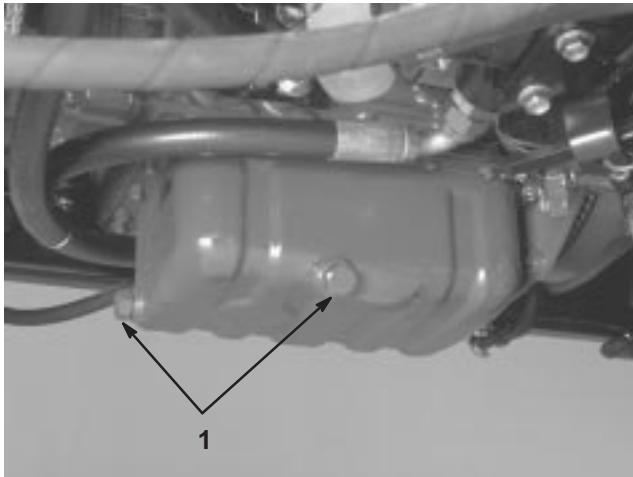

Bild 42
1. Entfernen Sie eine der Verschlusschrauben (Bild 42) und lassen das Öl in ein Auffanggefäß ab. Schrauben Sie die Verschlusschraube wieder ein, nachdem das Öl abgelaufen ist.